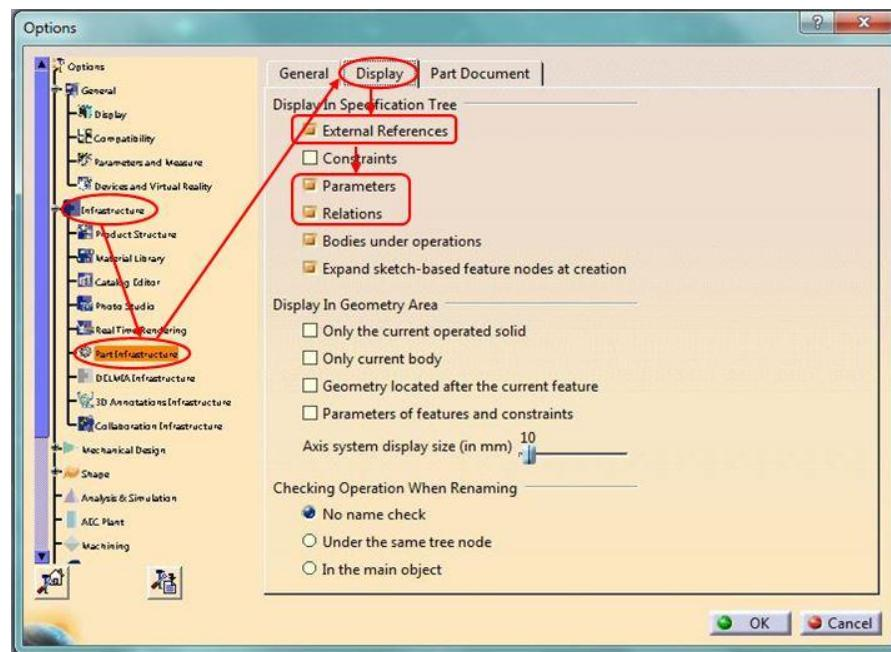
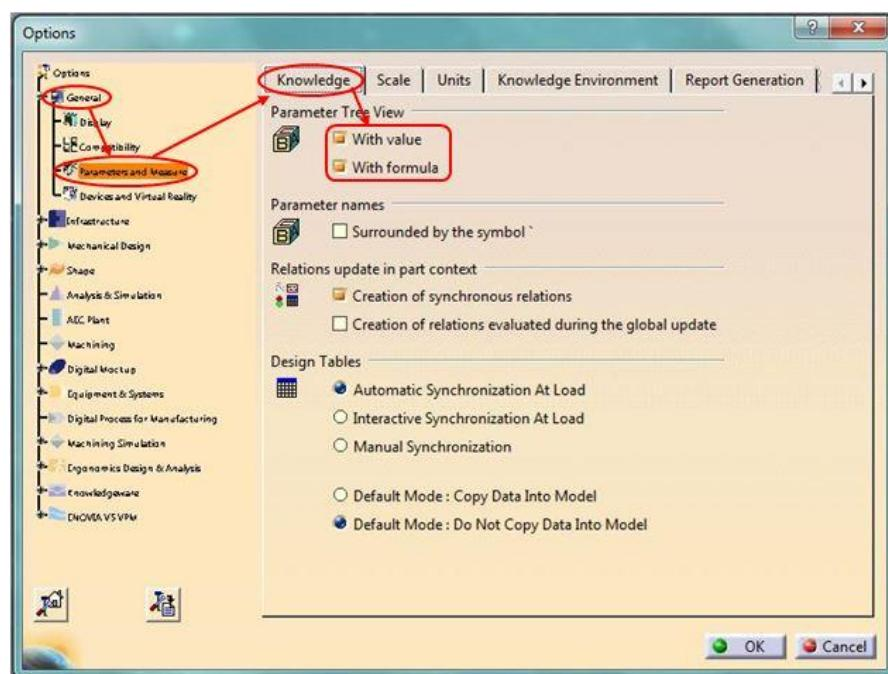

Figura 64. Configuración *Part Infrastructure, Display*
Figura 65. Configuración *Parameters and Measure*
*Parameters y Relations.* Esto se hace para poder ver los parámetros en la pantalla y así poder modificarlos, pero si queremos ver el valor actual y la fórmula que los definen se tiene que desplegar el menú *General* en la ventana *Options*, seleccionar *Parameters and Measure* y en la pestaña *Knowledge* asegurar que estén marcadas las opciones *With value* y *With formula*. En la Figura 64 y Figura 65 se observa la configuración que debemos tener. *Referencia [5]*